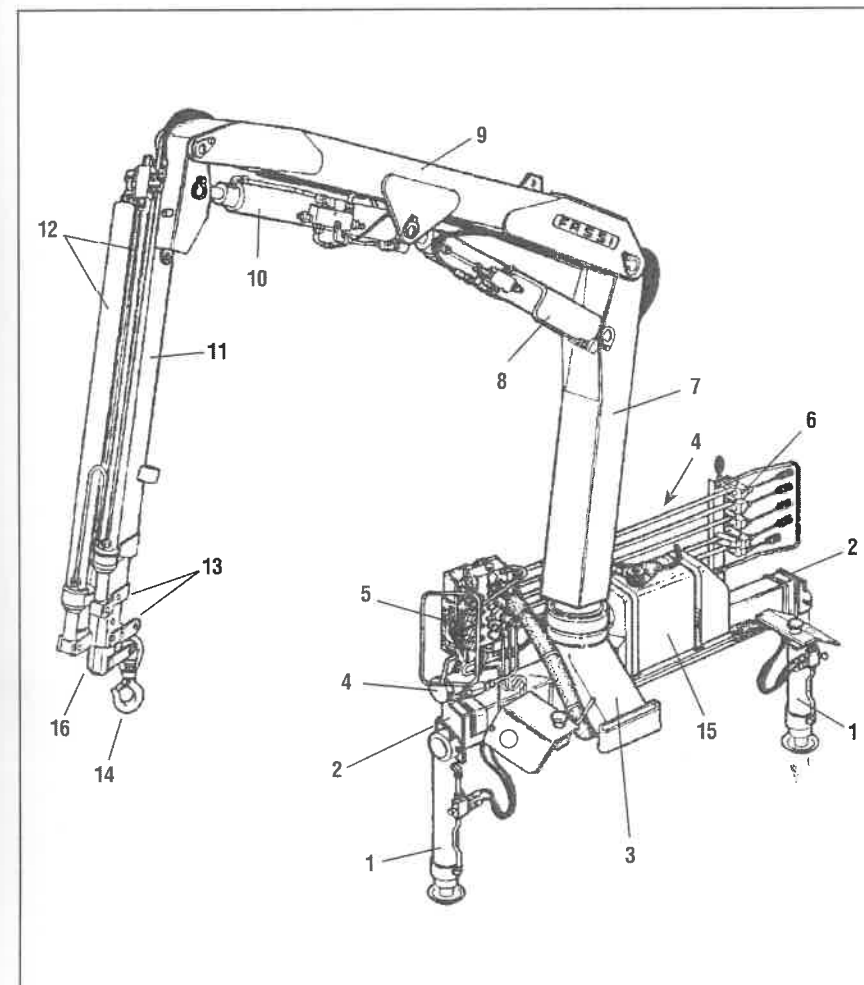

fig. 1
10.1 Versione con comandi degli stabilizzatori e della gru a terra (fig. 1).